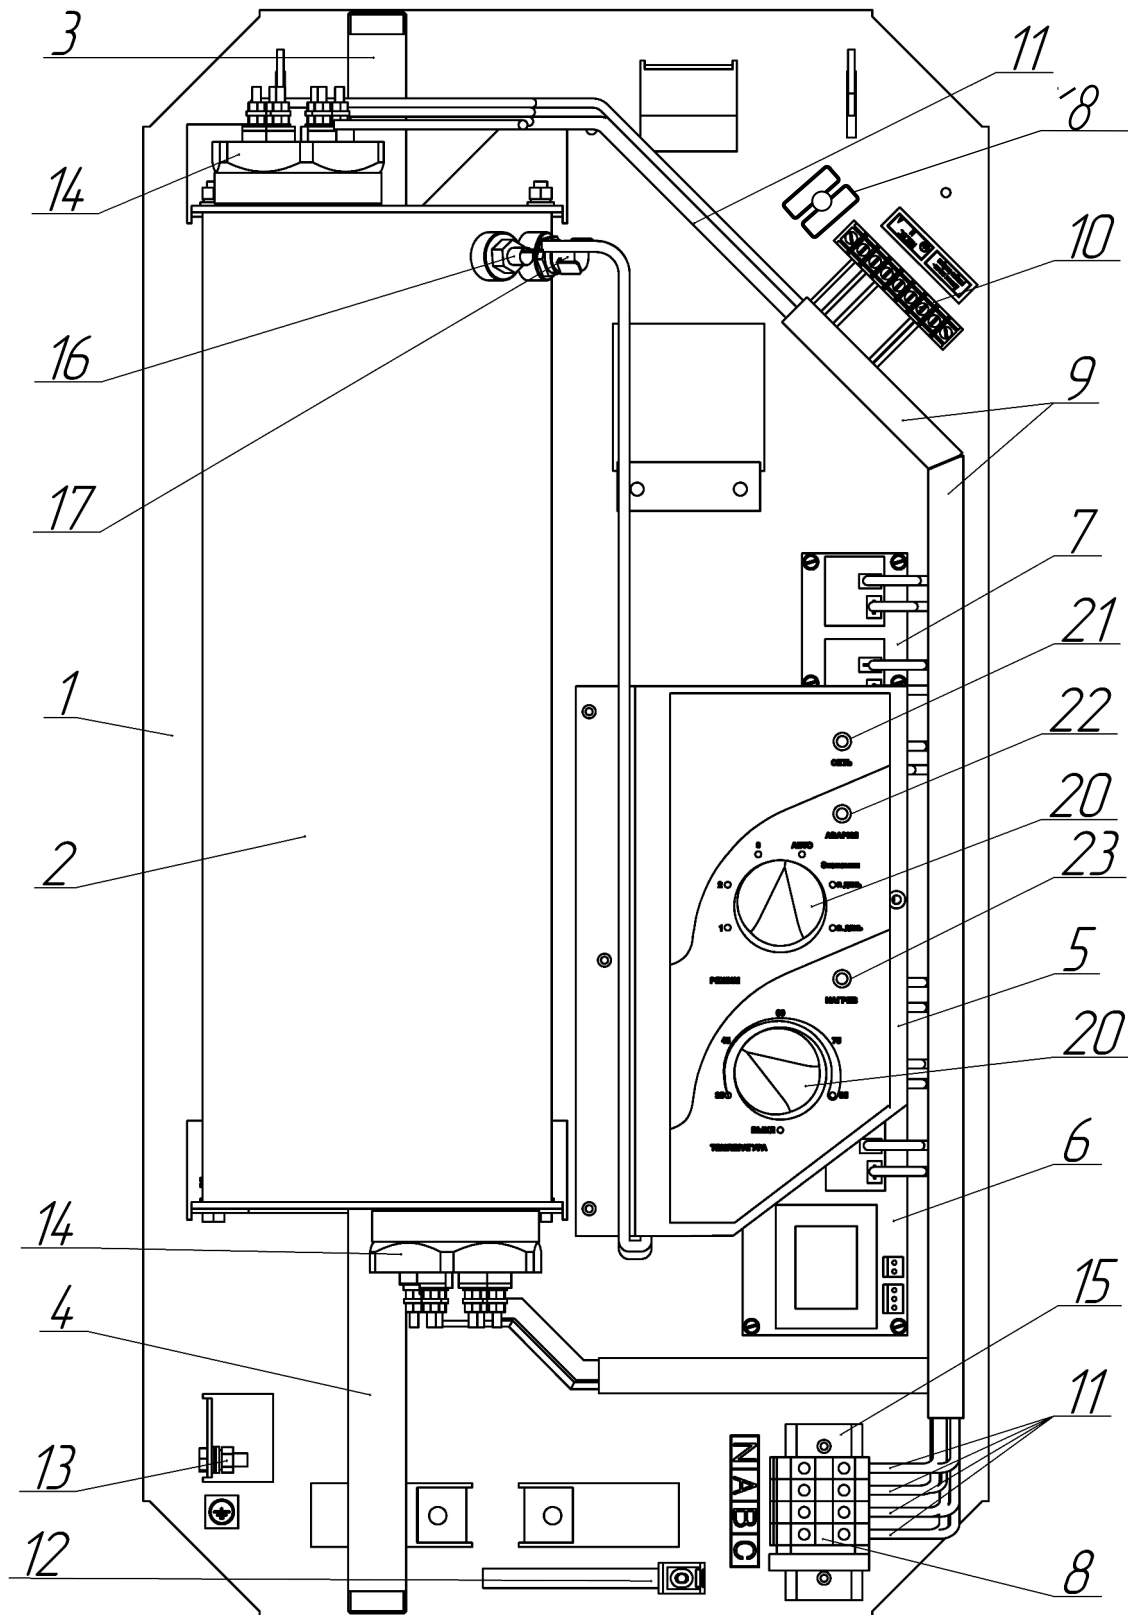
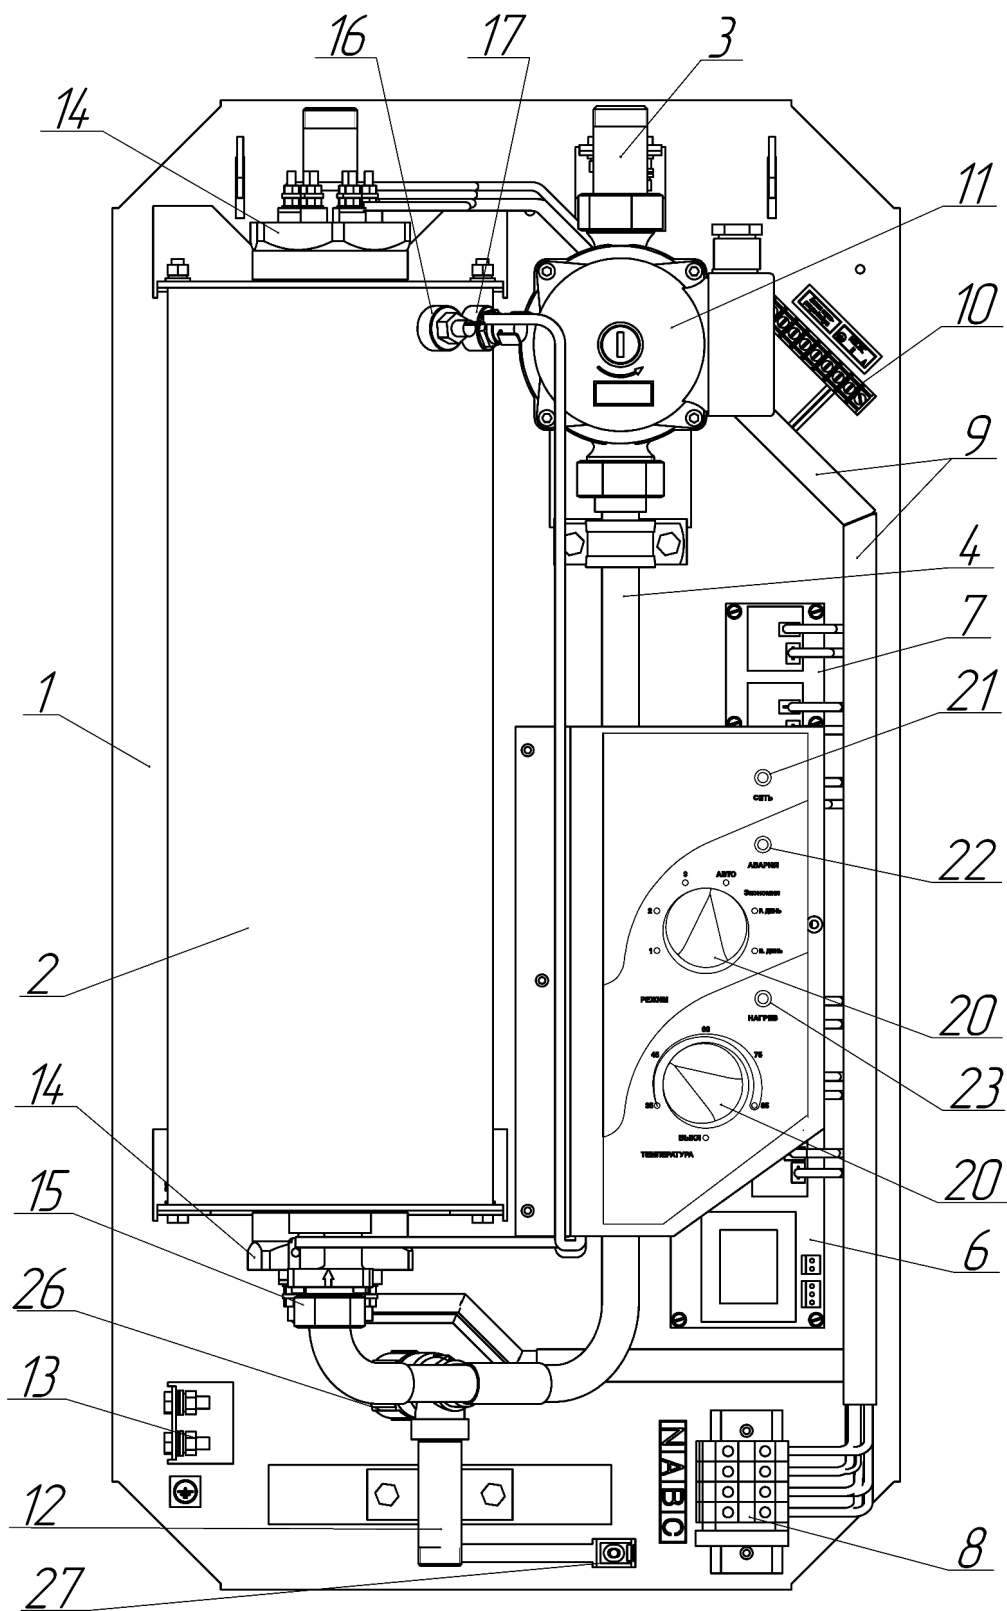
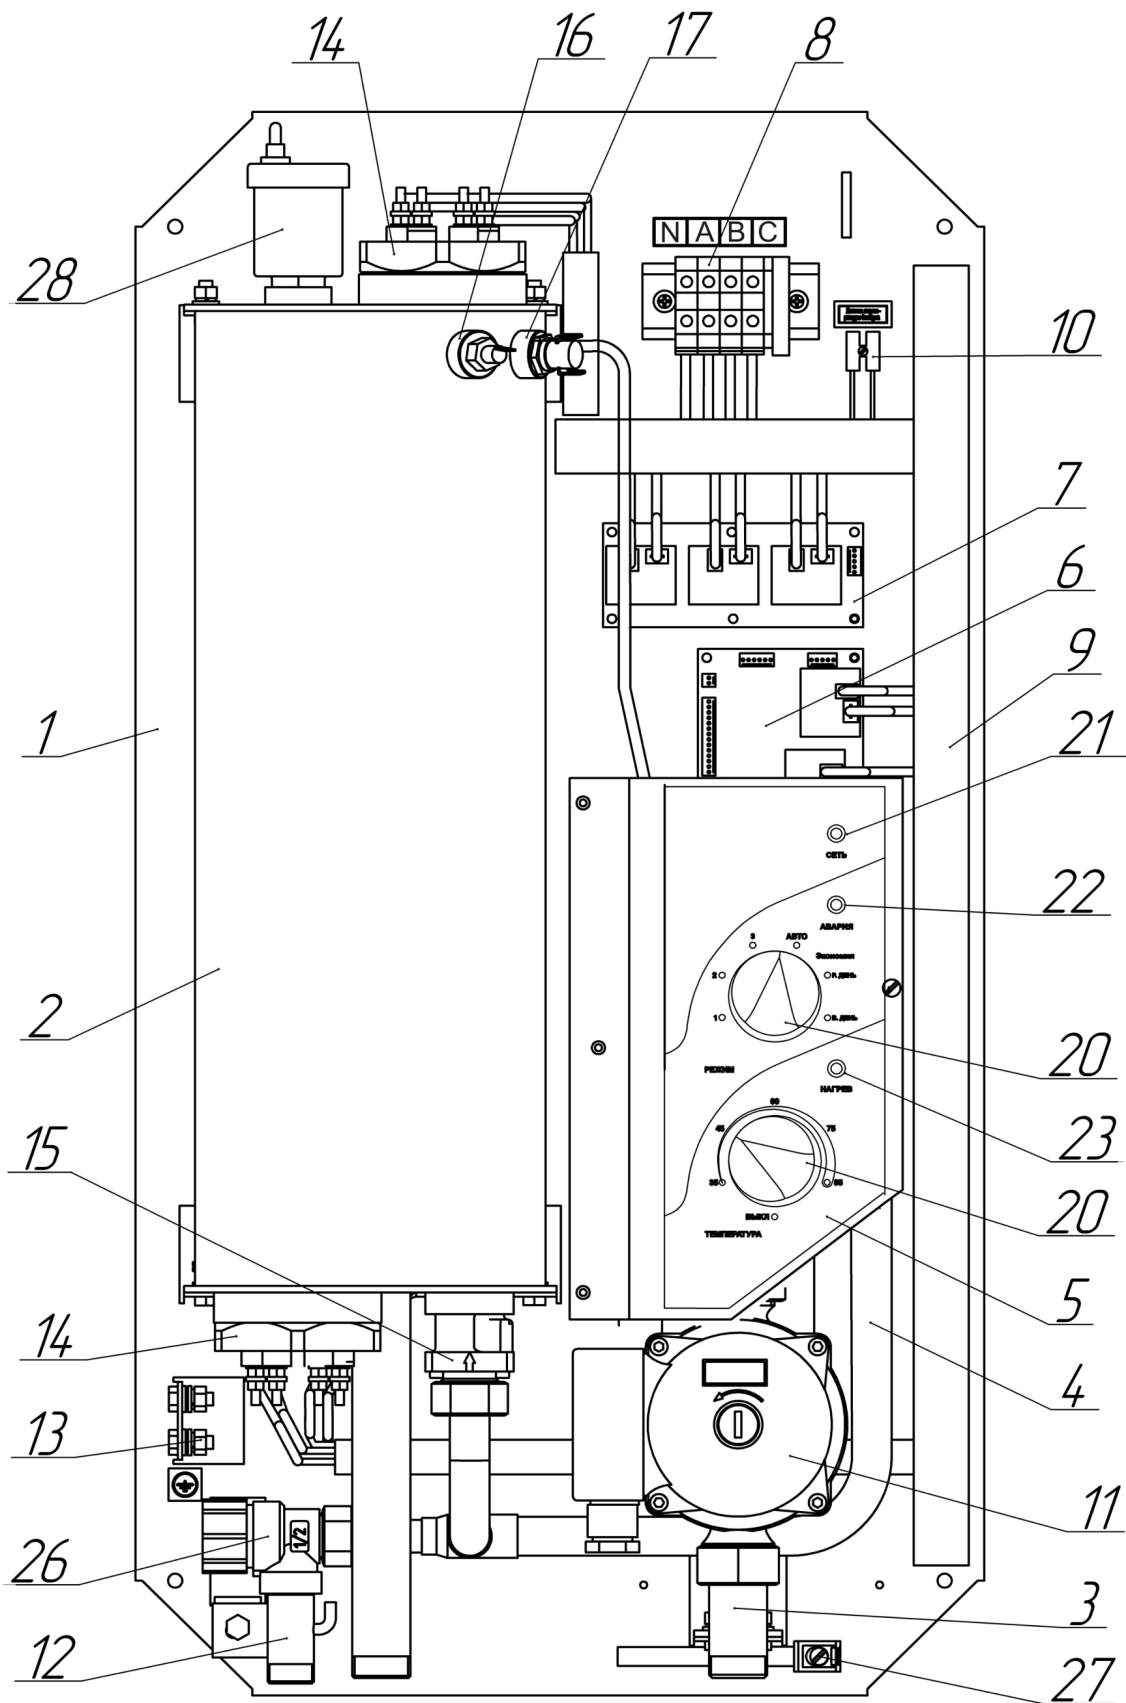
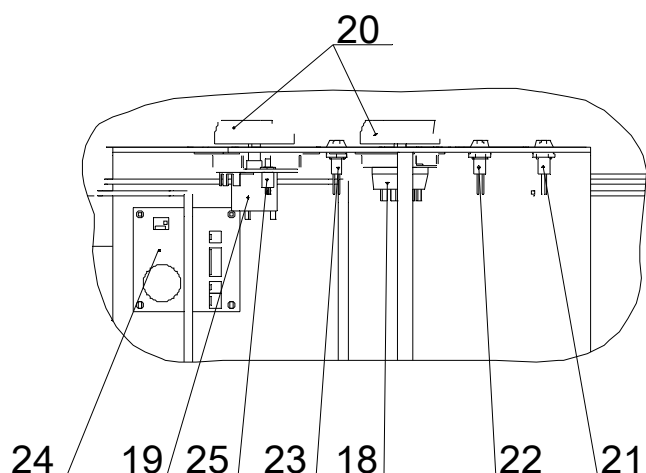

Рис. 1 Схема внешнего вида прибора ЭПН-01 без кожуха
Рис. 2 Схема внешнего вида приборов ЭПН-01Д и ЭПН-02 без кожуха
Рис. 3 Схема внешнего вида прибора ЭПН-02Н без кожуха
Рис. 4
4.1 Внешний вид прибора ЭПН-01 со снятым кожухом показан на рис.1, внешний вид приборов ЭПН-01Д и ЭПН-02 показан на рис.2. Прибор ЭПН-02 конструктивно отличается от прибора ЭПН-02Н только наличием платы суточного программатора, внешний вид котла ЭПН-02Н показан на рис. 3.
4.1.1 Описание основных элементов прибора ЭПН-01 (рис. 1).
4.1.2 На кронштейне управления (рис. 4) установлены: переключатель ступеней мощности блока ТЭН (18) для выбора режима работы прибора 1,2,3, регулятор температуры (19) для включения – выключения прибора и задания температуры теплоносителя. Светодиодный индикатор зеленого цвета (21) сигнализирует о подаче питания в систему управления прибора, светодиодный индикатор красного цвета (22) сигнализирует о возникновении аварийной ситуации, светодиодный индикатор желтого цвета (23) сигнализирует о том, что идет нагрев теплоносителя. На потенциометр (19) и галетный переключатель (18) надеты ручки (20).
4.2 Описание основных элементов прибора ЭПН-01Д и ЭПН-02 (рис. 2).
На кронштейне управления (5) (рис. 4) установлены: переключатель режимов (18) для выбора режима работы прибора, регулятор температуры (19) для включения – выключения прибора и задания температуры теплоносителя. Плата суточного программатора (24) и кнопка коррекции часов встроенного суточного программатора (25) устанавливаются только для модификации ЭПН-02. Светодиодный индикатор зеленого цвета (21) сигнализирует о подаче питания в систему управления прибора, светодиодный индикатор красного цвета (22) сигнализирует о возникновении аварийной ситуации, светодиодный индикатор желтого цвета (23) сигнализирует о том, что идет нагрев теплоносителя. На потенциометр (19) и галетный переключатель (18) надеты ручки (20).
4.3 Описание основных элементов прибора ЭПН-02Н (рис. 3).
На кронштейне управления (5) (рис. 4) установлены: переключатель режимов (18) для выбора режима работы прибора, регулятор температуры (19) для включения – выключения прибора и задания температуры теплоносителя, плата суточного программатора (24), кнопка коррекции часов встроенного суточного программатора (25). Светодиодный индикатор зеленого цвета (21) сигнализирует о подаче питания в систему управления прибора, светодиодный индикатор красного цвета (22) сигнализирует о возникновении аварийной ситуации, светодиодный индикатор желтого цвета (23) сигнализирует о том, что идет нагрев теплоносителя. На потенциометр (19) и галетный переключатель (18) надеты ручки (20).
Внимание! Плата суточного программатора (24) в приборе ЭПН-02Н устанавливается с правой стороны кронштейна управления, на рис.4 она изображена с левой стороны, что соответствует модификации прибора ЭПН-02.
– термовыключатель- аварийный датчик с ручным возвратом (17) для отключения прибора при повышении температуры теплоносителя выше предельно допустимой (для всех моделей);
– реле протока (15) рис. 2 и 3 для отключения прибора в результате остановки циркуляционного насоса или "завоздушивания" системы отопления (только в моделях ЭПН-01Д, ЭПН-02 и ЭПН-02Н);
– предохранительный клапан (26) для сбрасывания избыточного давления в системе отопления, превышающего 0,3 Мпа (только в ЭПН-01Д, ЭПН-02 и ЭПН-02Н).
5.1 Органы управления и индикации отопительного прибора расположены на кронштейне управления - панели (5) (рис. 1,2,3) и состоят из переключателя ступеней мощности (18), регулятора температуры (19) и трех светодиодных индикаторов (21, 22, 23).
5.4 В режимах *1,2,3* котел может работать под управлением датчиков температуры воздуха (комнатного термостата) или наружного воздуха, которые подключаются к клеммным колодкам 10 или 18, согласно маркировке на основании рис.1, 2, 3, замыкание контактов термостата приводит к выключению нагрева независимо от текущей температуры теплоносителя. При размыкании контактов восстанавливается штатная работа заданных режимов *1,2,3*. Управление прибора автоматически переключается на совместную работу с данными устройствами, вне зависимости от работающей ступени котла.
7.1.1 Приборы ЭПН-01 /01Д/ 0 2/02Н должны подключаться к трехфазной электрической сети переменного тока частотой 50 Гц, напряжением 380 В с глухозаземленной нейтралью. Кроме того, приборы ЭПН-01 /01Д/ 0 2/02Н мощностью 5,1 кВт и 7,5 кВт могут подключаться к однофазной электрической сети переменного тока частотой 50 Гц, напряжением 220 В, для этого на блоке зажимов (8) (рис. 1, 2) необходимо соединить все три фазы А, В, и С перемычками соответствующего сечения (см. табл. 3).